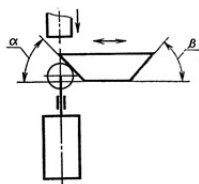

Рисунок 2
4.9.4 Выключатели, имеющие привод в виде толкателя с роликом, предназначены для работы с проходным реверсивным упором, но могут работать и с проходным неререверсивным и толкающим упорами (рисунок 2), при этом угол набега упора α и угол сбега упора β должны быть не более 40° при скорости движения упора до 0,25 м/с и не более 20° при скорости движения свыше 0,25 м/с.